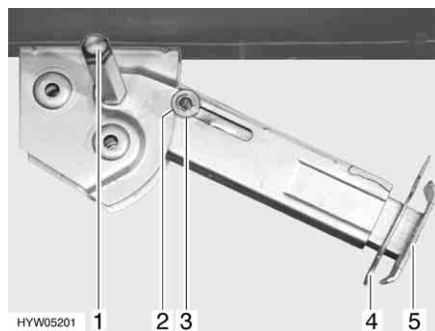

Fig. 12 Piedino di stazionamento
- Inserire la chiave a tubo nell'esagonale (Fig. 12,1) e ruotare fino a quando il piedino di stazionamento non si trova in posizione verticale verso il basso.
- Estrarre la copiglia (Fig. 12,4) dal prolungamento dell'estremità del piedino (Fig. 12,5).
- Inserire la chiave a tubo nell'esagonale (Fig. 12,1) e ruotare fino a quando il piedino di stazionamento non si stacca dal terreno.
- Spingere completamente all'interno il prolungamento dell'estremità del piedino (Fig. 12,5) e inserire la copiglia (Fig. 12,4) nel foro apposito.
- Ruotare la chiave a tubo nell'esagonale (Fig. 12,1), fino a quando il piedino di stazionamento non è sollevato verso l'alto e la guida (Fig. 12,3) è rientrata totalmente nell'intaglio (Fig. 12,2).